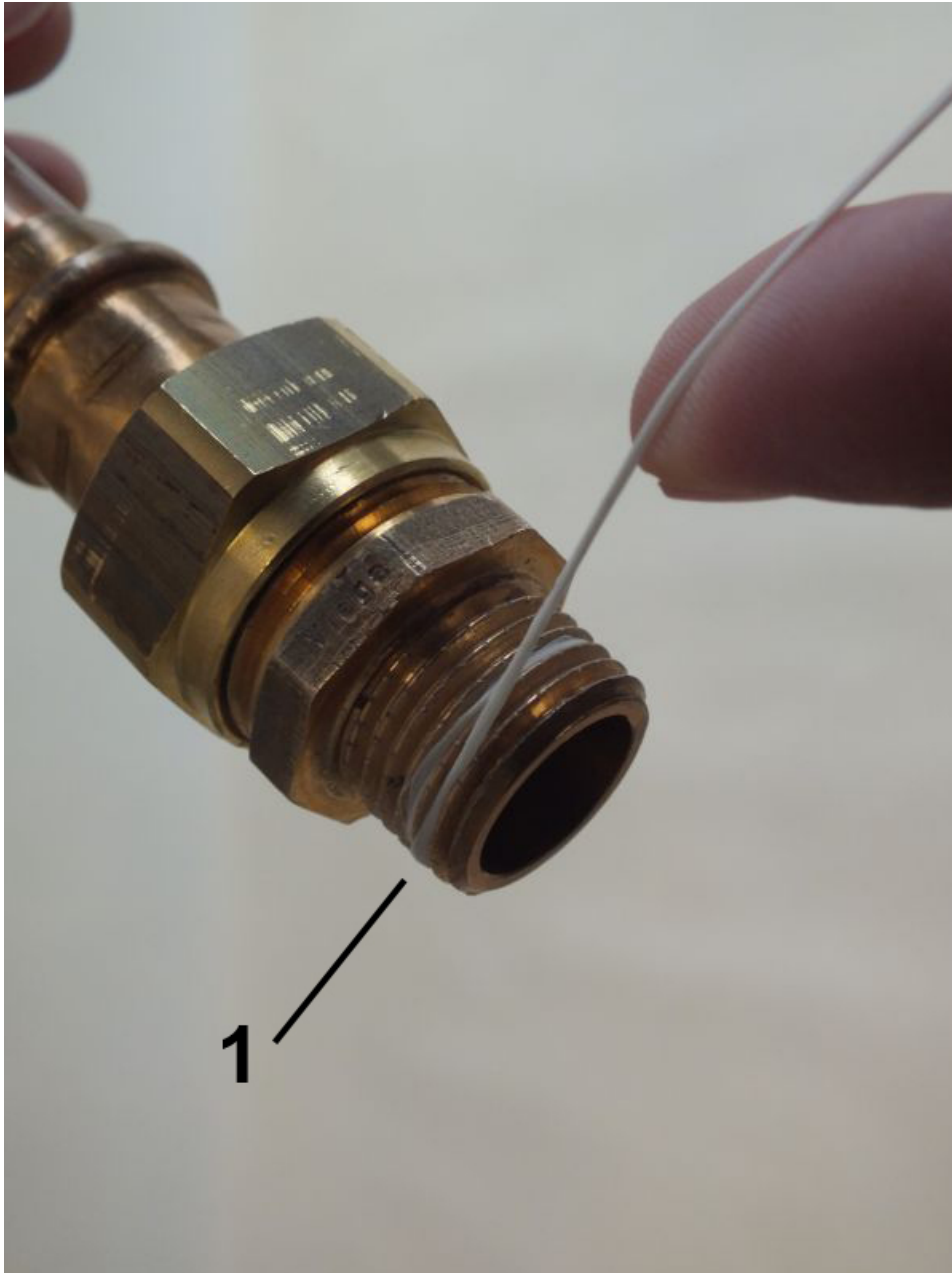

Abb. 10: Dichtfaden aufbringen
2. ➤ Bringen Sie den Dichtfaden (Abb. 10/1) in Gewinderichtung auf das aufgeraute Gewinde auf. Beachten Sie dabei die Mengenangaben des Dichtmittel-Herstellers